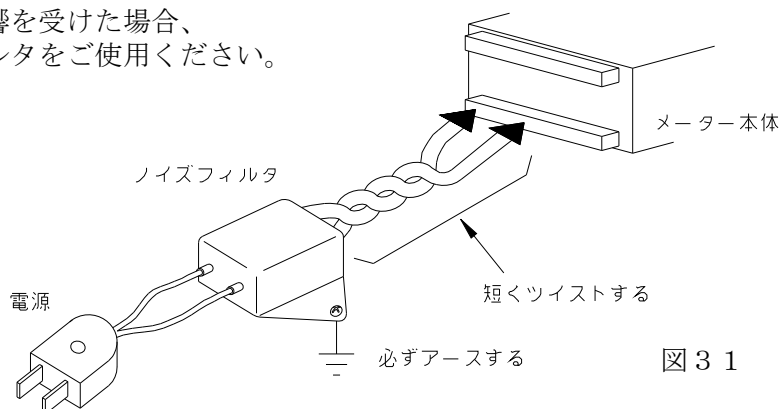

図31
- (1) 電源は動力線と直接共用しないでください。動力線を使用する場合は絶縁トランスを入れて2次側を使用してください。（弊社でも絶縁トランスPT-93をご用意できます。）
- (2) センサコードに3芯シールド線を使用し、ノイズの発生源からできるだけ離して配線してください。
- (3) センサコードをできるだけ短くし、動力線やインバータなどのノイズの発生源をさけて、極力雑音を拾わない経路に配管して布設してください。
- (4) 機械のGNDアースコードには、非常にノイズが多く含まれている場合がありますので、メータのGNDに接続させない方が良いでしょう（メータを完全に機械から絶縁状態）。
- (5) 電源ラインよりノイズの影響を受けた場合、図31のようにノイズフィルタをご使用ください。